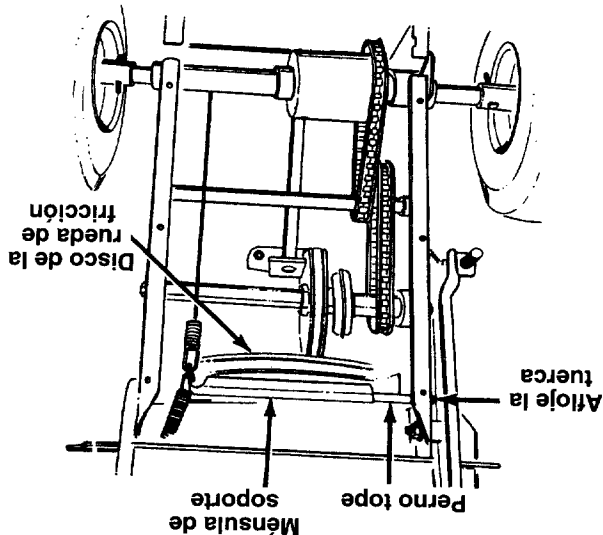

FIGURA 27.
- Atiende la tuerca del perno hasta que haya una separación entre la mensula de soporte y el disco de la rueda de fricción. Vea la figura 27.